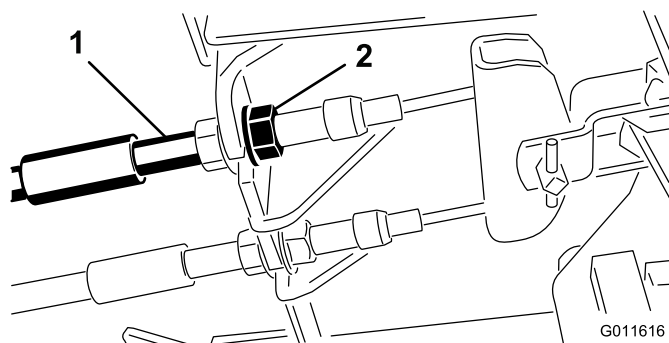

Figura 65
1. Para reducir la holgura de los pedales de freno, apriete los frenos aflojando la tuerca delantera del extremo roscado del cable de freno (Figura 65).